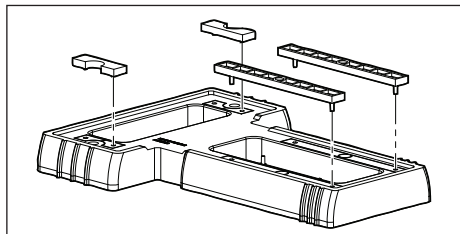

Figure 7. Enclencher les entretoises en place
- Aligner les broches des quatre entretoises avec les trous de la base. Enclencher les entretoises en place (Figure 7).